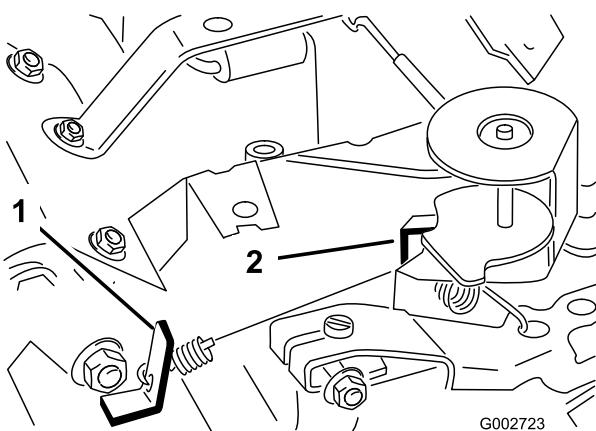

Figure 38
5. Réglez la manette d'accélérateur en position Haut régime. Pliez la languette d'ancrage du ressort de haut régime (Figure 38) pour obtenir un haut régime de 3400 ± 50 tr/min.
3. Courbez la languette d'ancrage du ressort de ralenti réglé (Figure 38) pour obtenir un régime de ralenti de 1725 ± 50 tr/min. Vérifiez le régime avec un compte-tours.